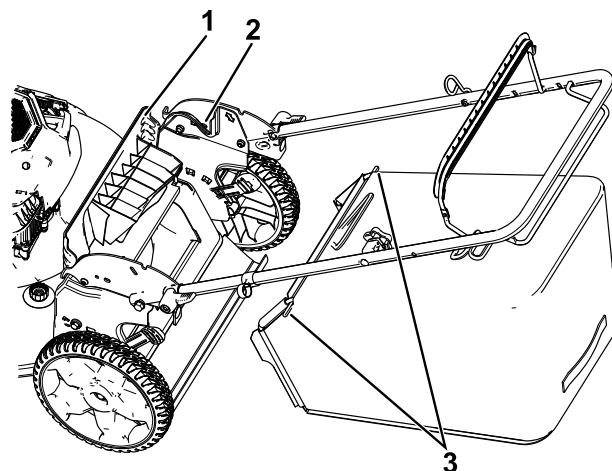

Figura 17
1. Sollevate il deflettore posteriore e tenetelo sollevato (Figura 17).
2. Montate il cesto di raccolta, accertandovi che i suoi perni siano inseriti nelle tacche presenti sulla stegola (Figura 17).